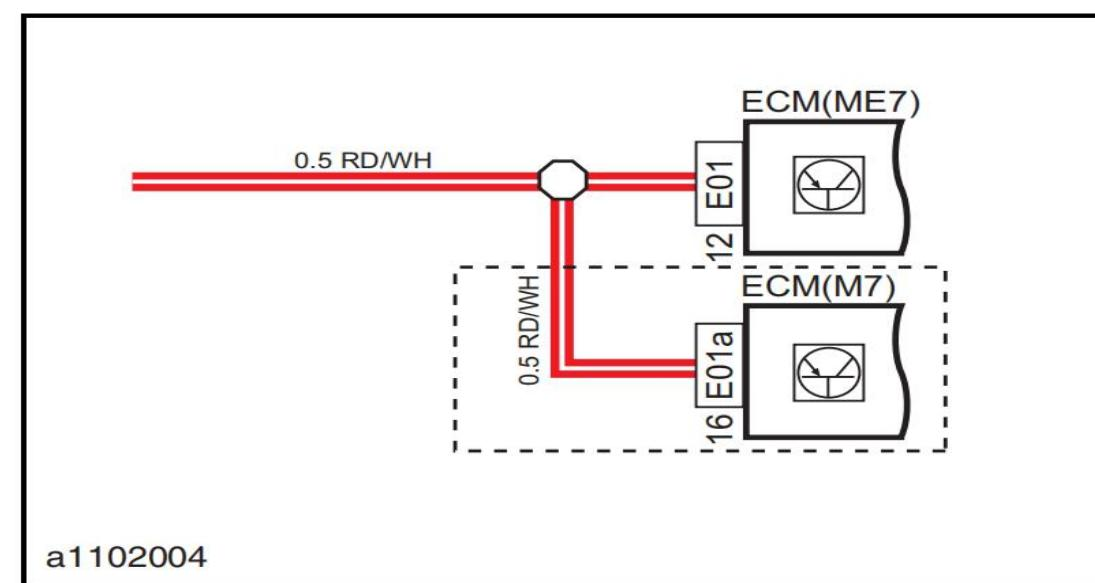

图1-7 虚线表示线路设
14. 如果由于车型、发动机类型或者配置不同而造成相关电路设计不同，在线路图中用虚线标示，并在线路旁添加说明。如图1-7所示。